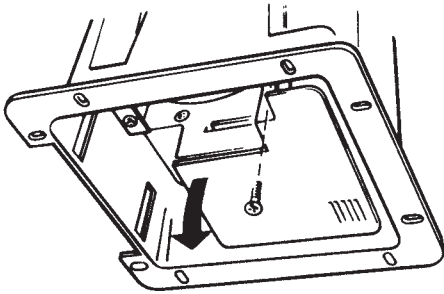

Fig.3
- ◆ Verwijder de schroef op de ventilatoroklem en laat het deksel naar beneden zwaaien (Fig.3).